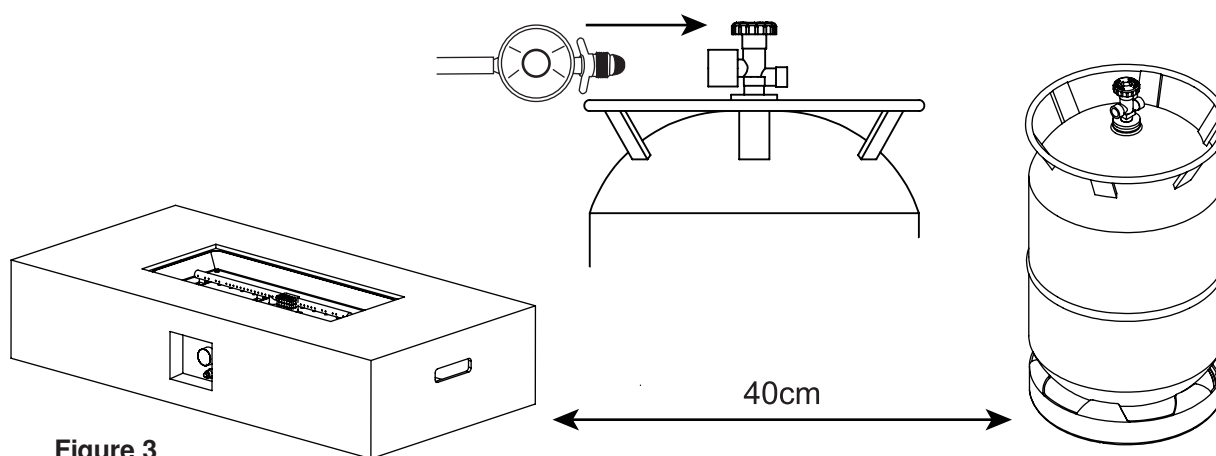

Figure 3
4. Tilslut regulatoren til tankens ventil og stram godt (se Figure 3). OBS: Der skal være mindst 40 cm afstand mellem ildstedet og gastanken.